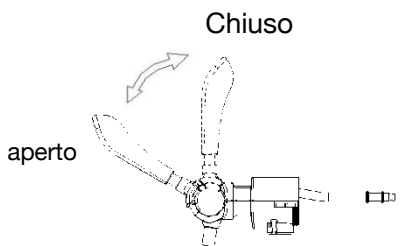

Figura 13
9. Regolare la manopola del regolatore di pressione CO2 in posizione "+", per versare la birra tirando verso il basso il meccanismo del rubinetto a circa 45°. È possibile regolare la manopola del regolatore di pressione per controllare la portata di birra e la schiuma (Figura 13).